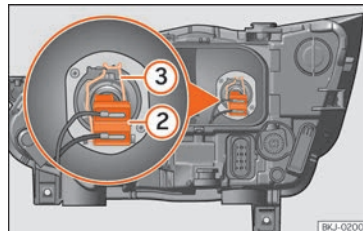

Abb. 55 Im Motorraum: Glühlampe Abblendlicht.
- Ziehen Sie den Stecker von der Lampe »» **Abb. 55** **2** ab.
- Nehmen Sie die Haltefeder » Abb. 55 ③ durch Eindrücken und Rechtsdrehung ab.